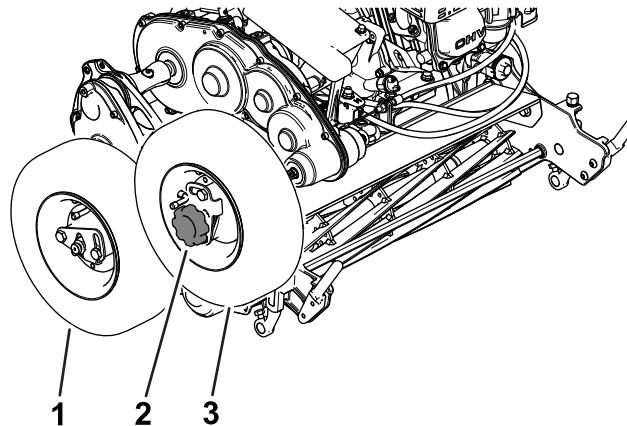

Figura 11
- Instale as rodas de transporte no eixo da roda direita e no terminal da transmissão; consulte Figura 11.
- Instale o manípulo por cima da roda no terminal da transmissão (Figura 11).